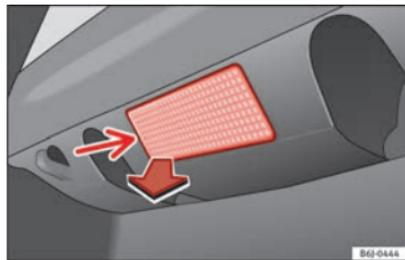

Fig. 200 Éclairage du coffre à bagages.
- Retirez la tulipe en faisant pression sur le rebord de la partie intérieure de celle-ci (flèche) à l'aide d'un tournevis plat ⇒ fig. 200.